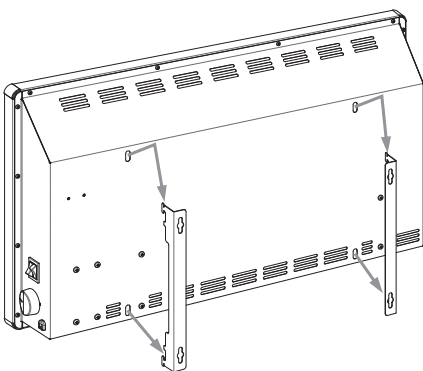

Рисунок 4.
**ОБРАТИТЕ ВНИМАНИЕ** на правильное расположение кронштейнов (см. рис. 4).